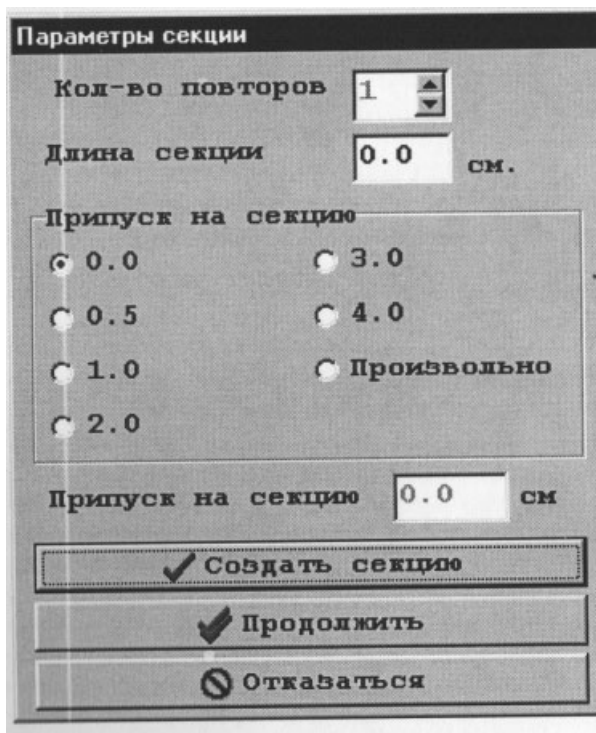
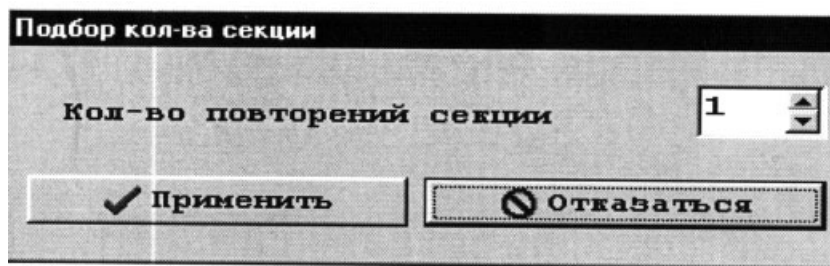

Рис.3.30. Окно параметров секции
Рис.3.31. Подбор количества секций
3. Щелчком правой клавиши мыши вызывают окно «**Параметры секции**» (рис. 3.30).
5. Задают количество повторов секции. При «**Специальном**» типе вывода лекал количество повторов задают в окне «**Параметры секции**» (см. рис. 3.30) или с помощью контекстного меню, которое открывают щелчком правой клавиши мыши на панели настила. В открывшемся контекстном меню выбирают команду «**Подобрать количество секций**». Это открывает окно подбора количества секций (рис.3.31), в котором задают или изменяют количество повторов секции.
6. На последнем этапе в окне «**Параметры секции**» (см. рис. 3.30) нажимают на кнопку «**Создать секцию**» и формирование секции будет завершено.
В процессе формирования схемы раскладки границу секции можно корректировать. Для этого после очередного вызова окна «**Параметры секции**» (см. рис. 3.30) нажимают на кнопку «**Продолжить**» и определяют новые границы секции.